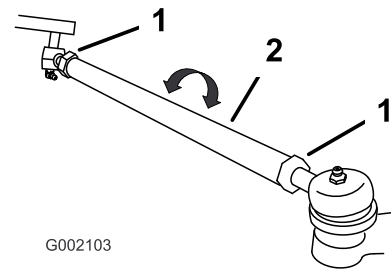

図 33
5. 前後の測定値の差が所定範囲（0-6 mm）にならない場合は、タイロッド両端のジャムナットをゆるめて調整を行う（図 33）。